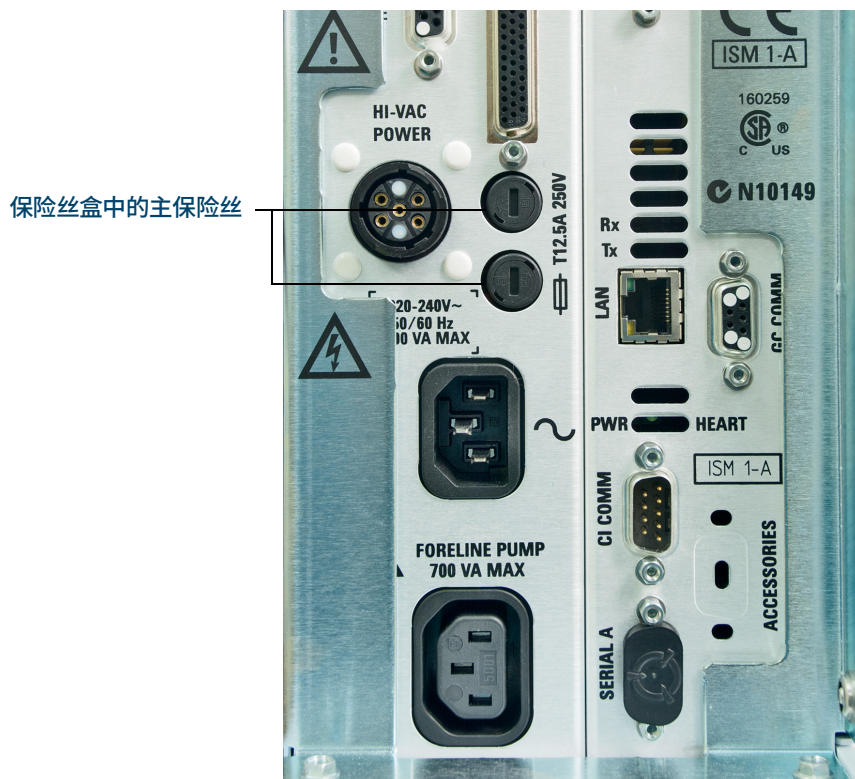

图 2. 主保险丝
- 2 逆时针旋转其中一个保险丝盒，直至其弹出。保险丝盒为弹簧加压式。（请参阅图 2（第 31 页）。）